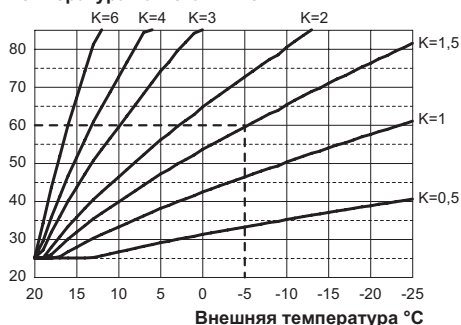
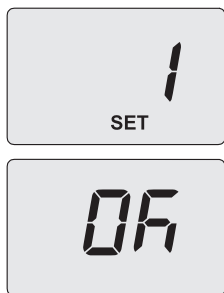
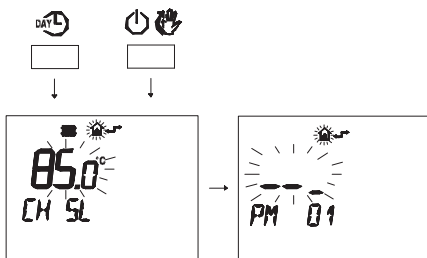

Рис. 5.25
Рис. 5.29
Рис. 5.46
Если к котлу **ПОДСОЕДИНЕН** пульт дистанционного управления (дополнительная позиция), см. Рис. 5.25. В этом случае настройка коэффициента K производится дистанционно.
стемы (Рис. 5.25).
Например, чтобы обеспечить в системе отопления температуру нагнетания, равную 60 °C, когда внешняя температура равна -5 °C, необходимо установить коэффициент K на 1,5 (пунктирная линия, см. Рис. 5.25).
- Используя кнопку 10 или 11, можно изменить значение параметра 15 с минимум **01** до максимум **60** в зависимости от выбранной кривой коэффициента К, см. Рис. 5.25 (на дисплее показано десятичное значение коэффициентов К). На дисплее появляется надпись **SET** (Рис. 5.29).
- С помощью кнопки 12 (Рис. 5.26) подтвердите заданное значение. На дисплее на 3 сек. появится надпись **Ok** (Рис. 5.46) с последующей визуализацией перечня параметров (Рис. 5.29).
- Нажмите одновременно кнопки  и , чтобы войти в поле ввода настроек (Рис. 5.46).